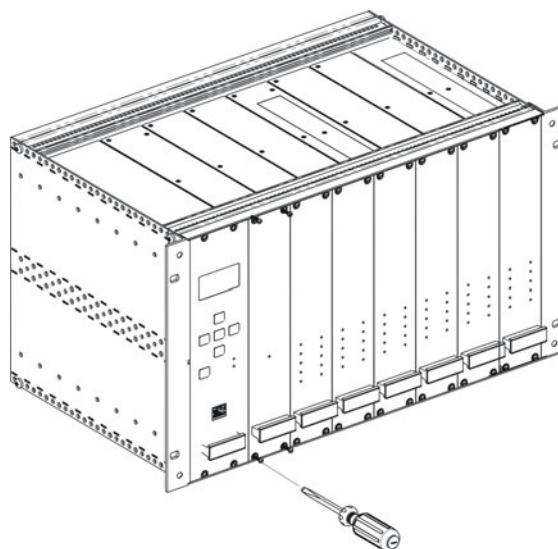

Fig. 2.-
1.- Posicione el módulo DT-730 en el extremo izquierdo junto al DT-800. (Fig. 2)
1.- *Position the DT-730 module at the left side next to the DT-800. (Fig. 2)*
1.- Placez le module DT-730 au extrême gauche, à côté du DT-800. (Fig. 2).